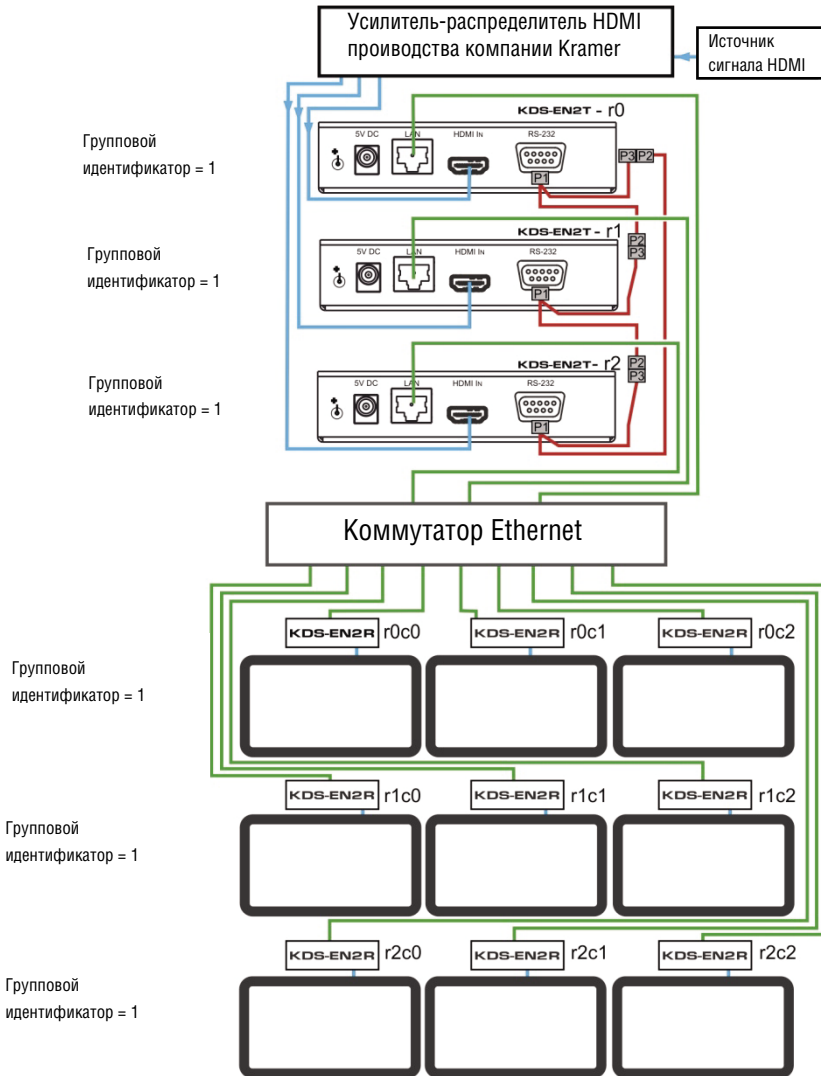

Рис. 7. Система для видеостены
7. При необходимости подсоедините к входу электропитания каждого из устройств адаптер электропитания на 5 В постоянного тока, а адаптер подсоедините к электросети (не показан на рис. 7).
1. Соберите систему для видеостены 3x3, изображенную на рис. 7, используя три хоста **KDS-EN2T** и девять клиентов **KDS-EN2R**.